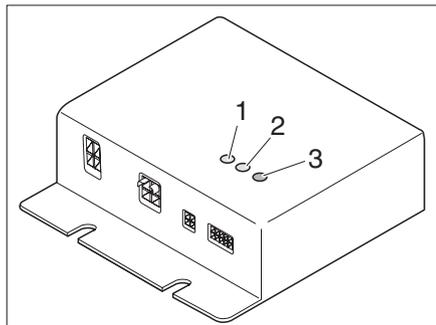

Fig. 83 Régulateur
Le régulateur (Fig. 83) est monté dans la pendule. Les voyants de contrôle qui se trouvent sur le régulateur ont la signification suivante :
- La DEL de contrôle (Fig. 83,1) CC1 s'allume en vert : le circuit de chauffage 1 est en service
- La DEL de contrôle (Fig. 83,2) CC2 s'allume en vert : Le circuit de chauffage 2 est en service
- DEL de défaut (Fig. 83,3)